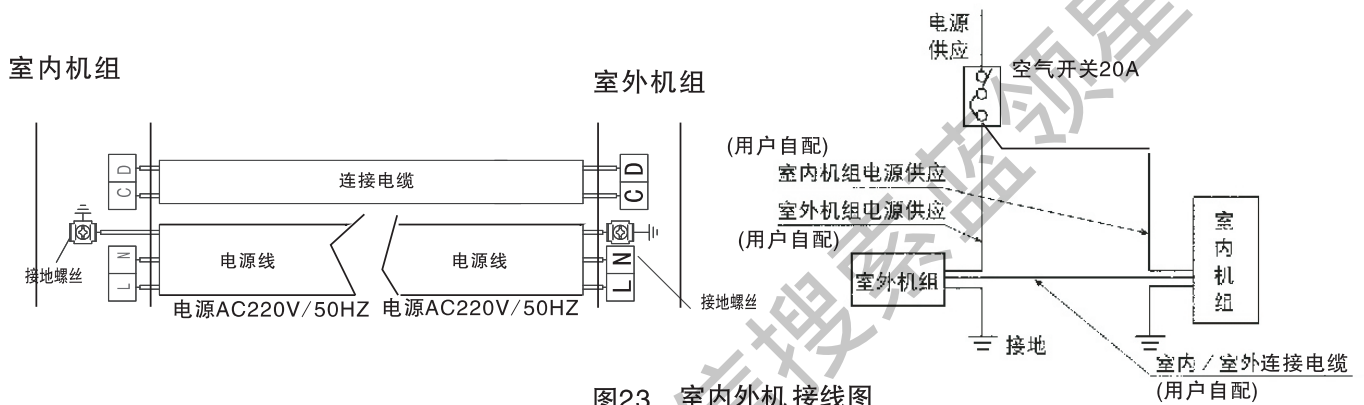

图23 室内外机接线图
- (1) 用附件连接电缆按接线图示要求正确地连接室内外机组，绝对不可连接错误(如图23)。
- (2) 连接电缆必须用室内外机组上的附属电线压板压紧。